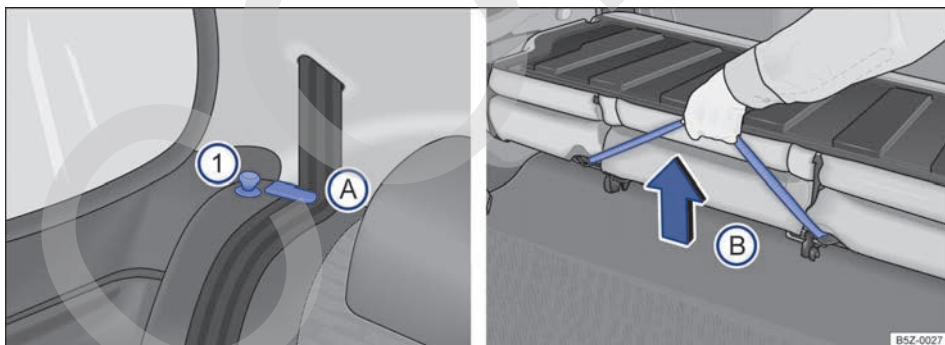

Fig. 71 Asiento trasero: pasadores de desbloqueo (1); posicionador para las bandas de los cinturones (A); manija para desbloqueo del conjunto del piso (B).
- Encaje las bandas de los cinturones de seguridad en sus respectivos posicionadores → fig. 71 (A).
- Levante el pasador → fig. 71 (1) de desbloqueo de ambos lados hacia arriba, mientras que abate el respaldo del asiento trasero hacia adelante.
- Tire de la manija → fig. 71 (B) para desbloquear el conjunto del piso y, al mismo tiempo, levántelo **con cuidado** hacia los asientos traseros.
- Sujete el asiento trasero de la manija → fig. 71 (B) y, suéltelo desde una altura de 15 cm.
- Retire las bandas de los cinturones de seguridad de los posicionadores → fig. 71 (A). Para los vehículos con cinturones de tres puntos fijos, vuelva a colocar las lengüetas en los cierres correspondientes.